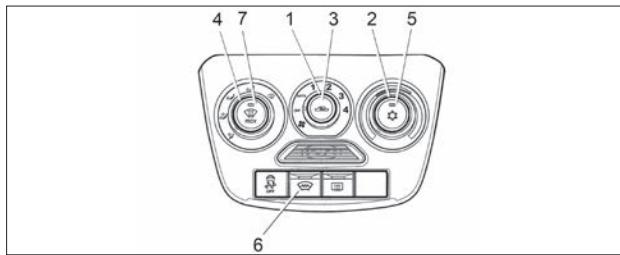

Рис. 39. Блок управления климатической системой
В вариантом исполнении (см. рис. 39) климатическая установка имеет дополнительный режим кондиционирования, обеспечивающий охлаждение воздуха, подаваемого в салон автомобиля. При этом логика и алгоритмы управления, описанные выше для системы вентиляции и отопления, верны и для климатической установки с кондиционером.
2. Включите вентилятор, установив **рукоятку 1** (см. рис. 39) в одно из положений «1», «2», «3» или «4».
Для установки желаемой температуры воздуха в салоне поверните **рукоятку 2** (см. рис. 39) по часовой стрелке – для повышения, против часовой стрелки – для понижения. Температура будет поддерживаться автоматически в пределах производительности климатической установки и установленного допуска.
2. Поверните **рукоятку 2** (см. рис. 39) против часовой стрелки в левое положение до упора (синяя точка на блоке управления).
4. **Рукояткой 1** (см. рис. 39) включите максимальную скорость вентилятора климатической установки (положение «4»).
С помощью **рукоятки 2** (см. рис. 39) можно установить желаемую температуру воздуха в салоне. Климатическая система будет автоматически поддерживать установленную температуру воздуха в салоне в пределах производительности климатической установки и установленного допуска.
Для очистки ветрового и передних боковых стекол от запотевания, обмерзания или наружного обледенения в автоматическом режиме установите **рукоятку 1** управления вентилятором климатической системы в положение «**AUTO**», нажмите **кнопку 7** (см. рис. 39) с символом . Климатическая система автоматически:
Для включения/выключения ЭОВС нажмите **кнопку 6** (см. рис. 39), при включении загорается индикатор на кнопке выключателя. Контрольный световой индикатор, расположенный на кнопке выключателя, будет светиться желтым светом в течение всего времени работы системы электрообогрева. Система ЭОВС функционирует только при работающем двигателе.